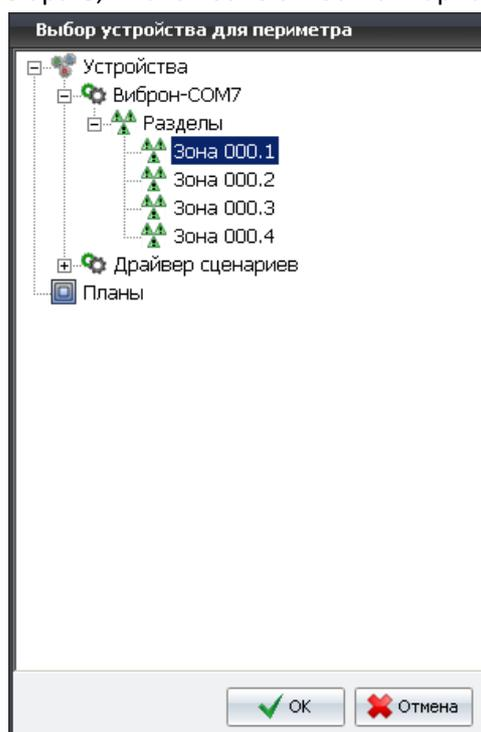

рис. 10 - Выбор зоны
- Для окончания рисования линии периметра – нажать правую кнопку мыши и в появившемся списке выбрать, к какой зоне относится нарисованная линия (рис. 10)